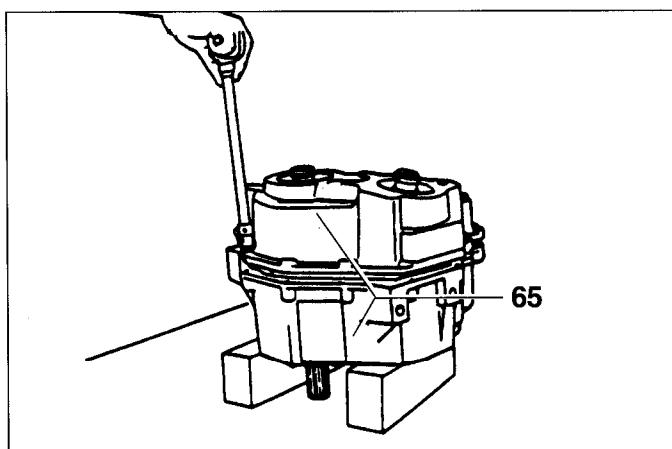
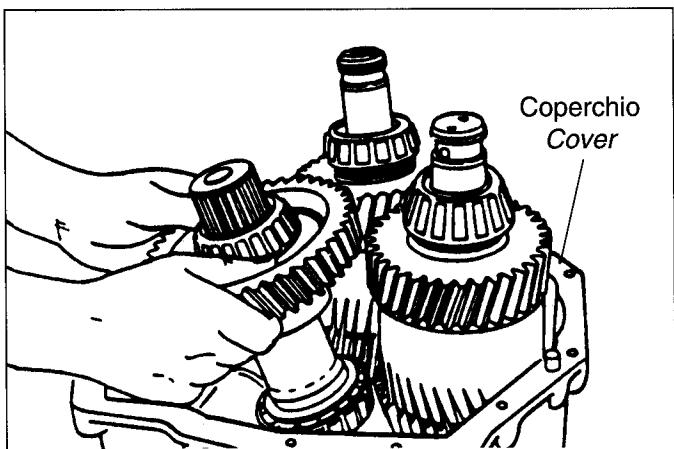
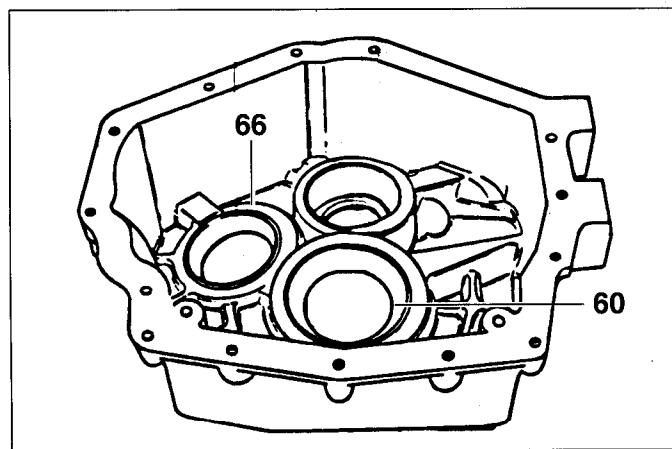

Fig. 13
Fig. 14
Fig. 15
- semicarcasse e disunirle (Fig. 13).
- 2) Togliere dalla scatola i pacchi spessori (51-52-53-54) e (99-100-101-102). Estrarre le coppe dei cuscinetti (63) (66) e (79), battendo con l'attrezzo (15751990117) sulla superficie maggiore.
- 3) Estrarre gli alberi dal coperchio (Fig. 14).
- 4) Allentare le viti (64) con rondelle (12) e togliere il carterino (62).
- 5) Con apposito estrattore a griffe per interni, estrarre dalla semicarcassa le coppe dei cuscinetti (60) con gli spessori (56-57-58-59) e (66) (Fig.15).
- 6) Svitare le viti (11)con rondella (27) dalla flangia (46). Utilizzare due di queste viti, avvitare sulla flangia per estrarla dal coperchio.
- holes on the half casing and separate gearbox cover from main housing (Fig. 13).*
- 3) Remove shafts from cover (Fig. 14).*
- 4) Loosen screws (64) with washer (12) and remove baffle (62).*
- 5) By means of a suitable bearing puller drive off taper roller bearings (60) with shims (56-57-58-59) and (66) outer race from main housing (Fig.15).*
- 6) Remove the screw (11) with washer (27) from the flange (46). Use two of these screws and screw them down on the flange to extract it from the cover.*